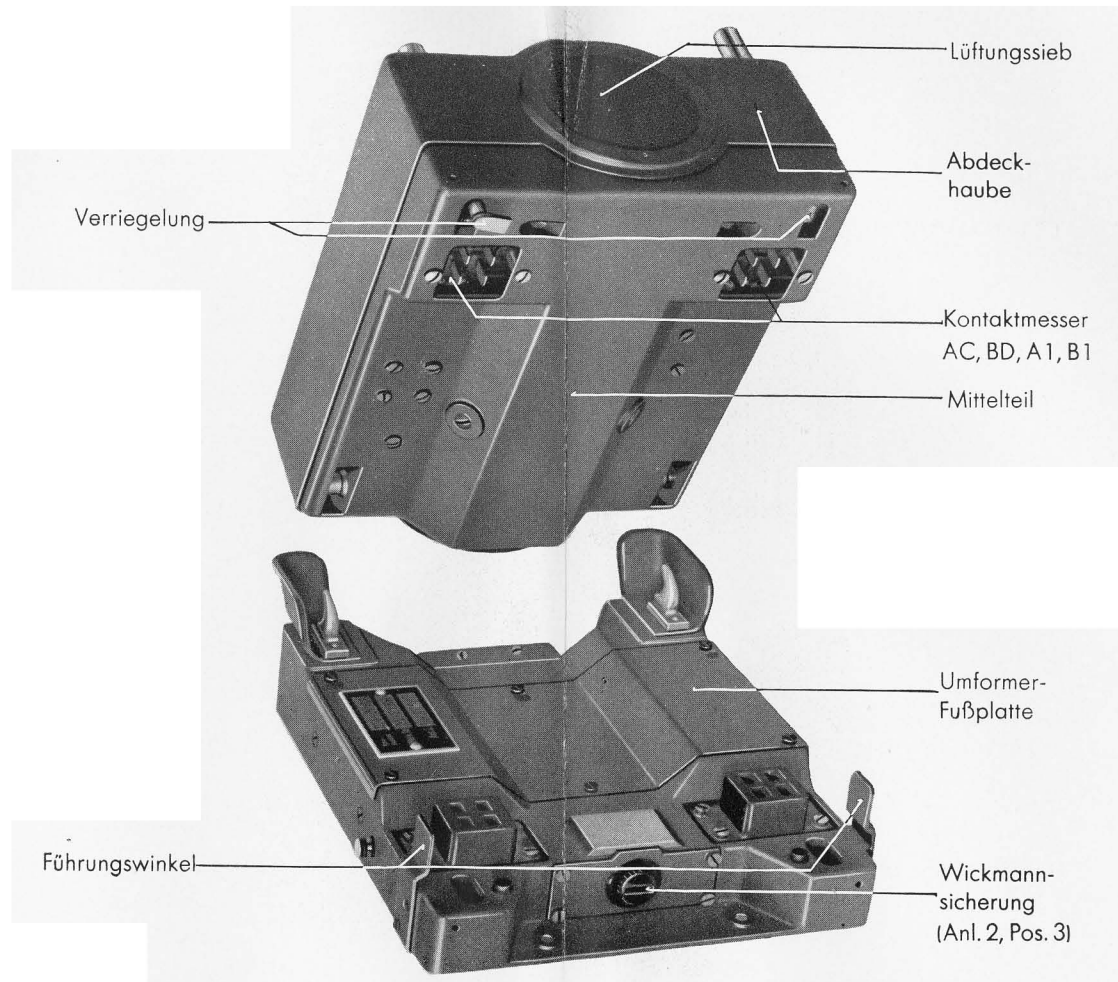
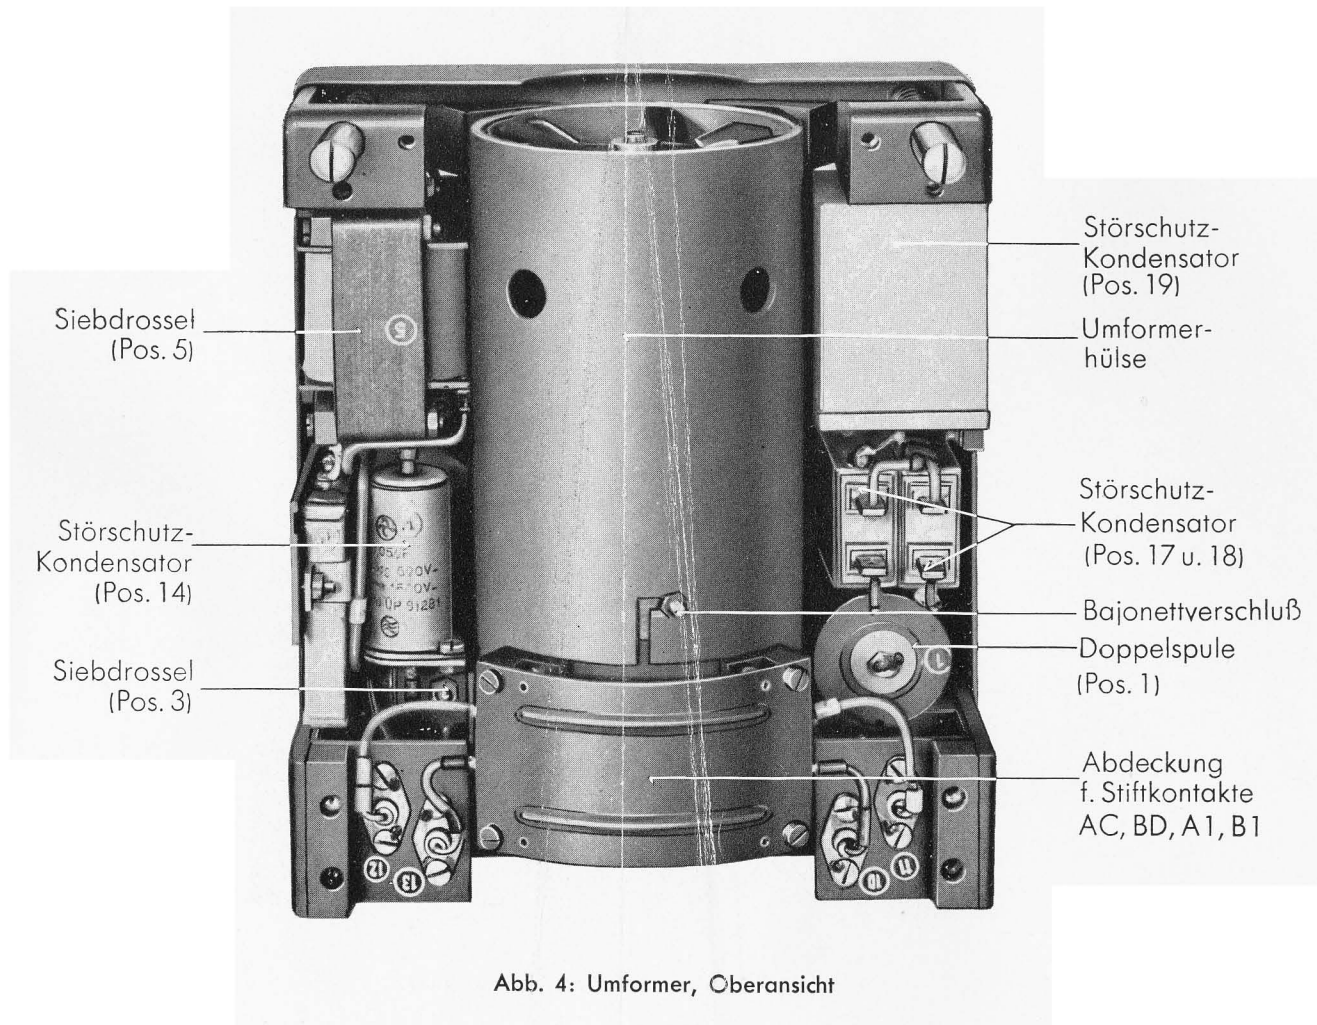

Abb. 3: Zusammensetzen des Umformers mit der Umformer-Fußplatte
Abb. 4: Umformer, Oberansicht
6. Der den eigentlichen Umformer aufnehmende Mittelteil (s. Abb. 3) wird mit Rollen in zwei Haken der Umformer-Fußplatte eingehängt, mit seinen Messerkontakten gegen die Federpaare im unteren Teile der Umformer-Fußplatte gedrückt und mit zwei Schnellverschlüssen links und rechts unten festgezogen. Er enthält (s. Abb. 4) den eigentlichen Umformer und rechts und links von diesem angeordnet als Störschutz die Drosselspulen und Kondensatoren Anlage 1, Pos. 1, 3—5 und 10—18. Die Kondensatoren Anlage 1, Pos. 6—9, sind in das Maschinengehäuse des Umformers selbst eingebaut. Die Störschutzkondensatoren sind so ausgebildet, daß die eine Belegung eines jeden unmittelbar im Zuge der Leitung liegt.
- Abb. 3: Zusammensetzen des Umformers mit der Umformer-Fußplatte**
- Abb. 4: Umformer, Oberansicht**